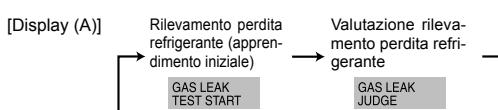

Fig. 8-2
- (2) Premere il pulsante **⊕ CLOCK** e selezionare [GAS LEAK TEST START] (AVVIO TEST FUGA DI GAS). (Fig. 8-2)